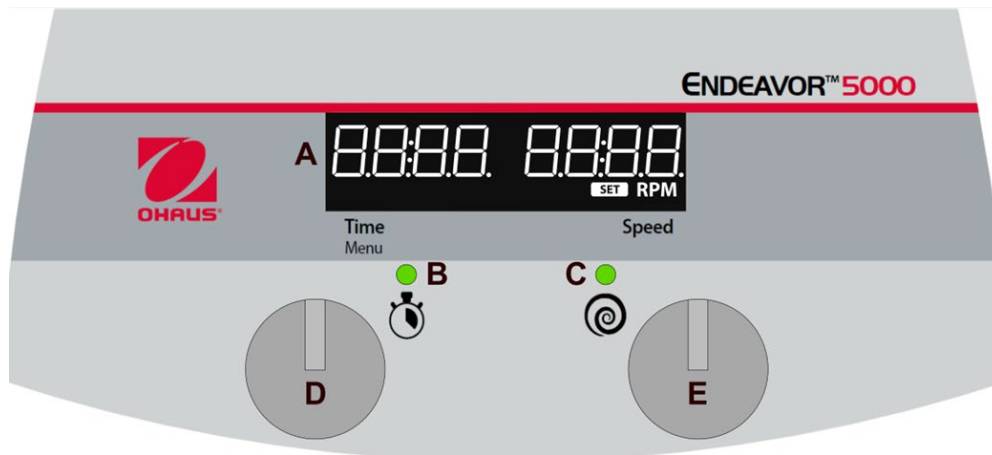

Abbildung 1: Endeavor 5000, digitales Bedienfeld
2. Wenn der Timer auf eine Zeit zwischen 00:01 und 99:59 eingestellt ist, zählt er von der eingestellten Zeit herunter, sobald die Schüttelfunktion eingeschaltet ist und die **Timerstatusanzeige (B)** leuchtet.
- c. Sobald der Timer im Countdown-Modus 00:00 erreicht, schaltet sich die Schüttelfunktion ab, das Gerät piept 1 Mal, und auf dem Display erscheint „**Ende**“ (**A**, Abb. 1).
1. Drehen Sie den **Zeiteinstellknopf (D)**, Abbildung 1).
- c. Drücken Sie kurz den **Zeiteinstellknopf (D)**, um den Minutenwert auszuwählen.
- e. Drehen Sie den **Zeiteinstellknopf (D)**, um den Stundenwert einzustellen.
- f. Drücken Sie kurz den **Zeiteinstellknopf (D)**, um den Stundenwert und die Timereinstellung zu bestätigen.
1. Drehen Sie den **Drehzahleinstellknopf (E)**, Abbildung 1) auf die gewünschte Einstellung.
1. Halten Sie den **Drehzahleinstellknopf (E)** gedrückt, bis das Gerät piept und die **Betriebsstatusanzeige (C)**, Abb. 1) aufleuchtet.
- Halten Sie im Ruhemodus den **Zeiteinstellknopf (D)** gedrückt, bis „MENU“ angezeigt wird.
- Drücken Sie kurz entweder auf den **Zeiteinstellknopf (D)** oder auf den **Drehzahleinstellknopf (E)**.
- Um eine Ablaufbedingung zum Abrufen auszuwählen, halten Sie den **Drehzahleinstellknopf (E)** gedrückt, bis das Gerät piept und die **Betriebsstatusanzeige (C, Abb. 1)** aufleuchtet.